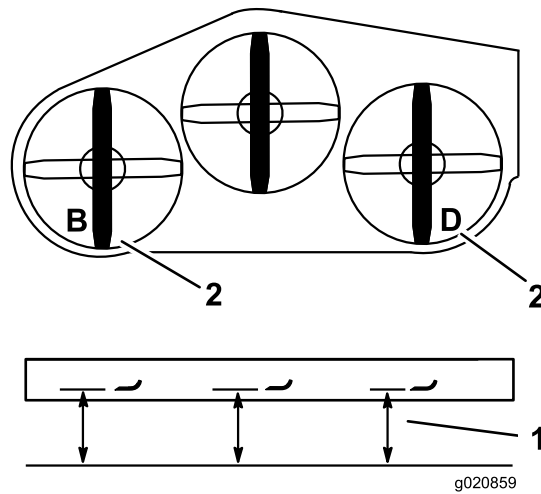

図 84
2. B位置で、平らな床面からブレードの刃先までの高さを測り、測定値を記録する 図 84。
3. D位置で、平らな床面から右側ブレードの刃先までの高さを測り、測定値を記録する 図 84。
注 B位置における測定値が、D位置における測定値の±3 mm 以内であれば適正とする U 図 84。高さの差がこの範囲内には以下の手順で調整する。